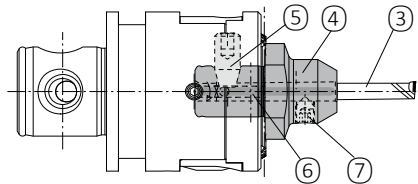

Bild 1-1
**Mini-Ausdrehwerkzeuge (Bild 1-1)**